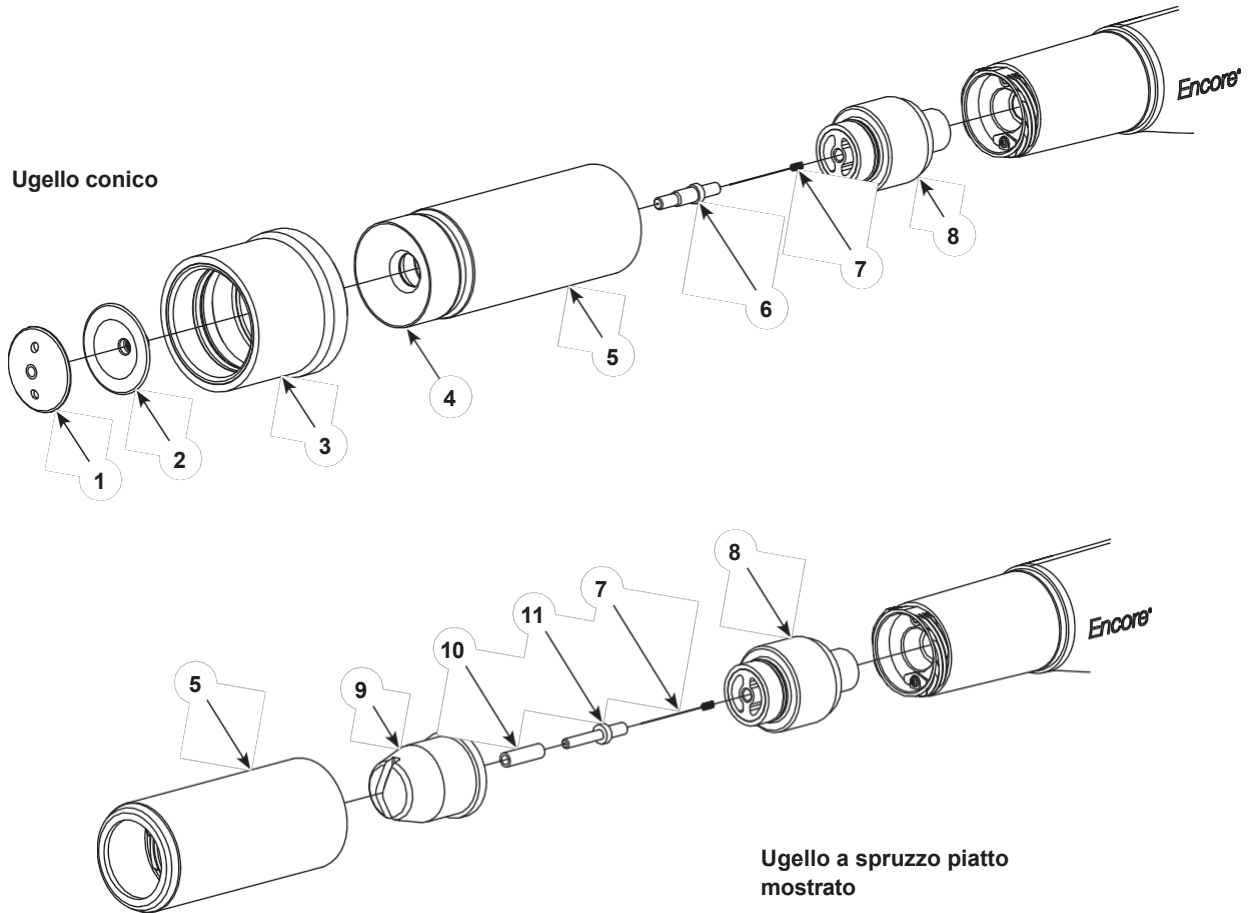

Figura 7 Passaggio da ugello conico a ugello piatto o angolare (mostrato con ugello piatto)
Vedere la Figura 7. Per passare dall'ugello conico standard a un ugello piatto o angolare, è necessario ordinare i seguenti articoli:
3. Vedere la Figura 7. Rimuovere l'ugello dalla pistola: